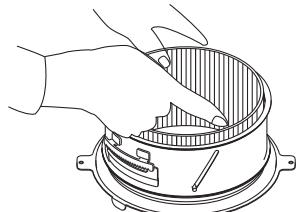

Рис. 4
- Сгибая фитиль вовнутрь извлечь фитиль. Затем снять держатель фитиля (Рис. 4).